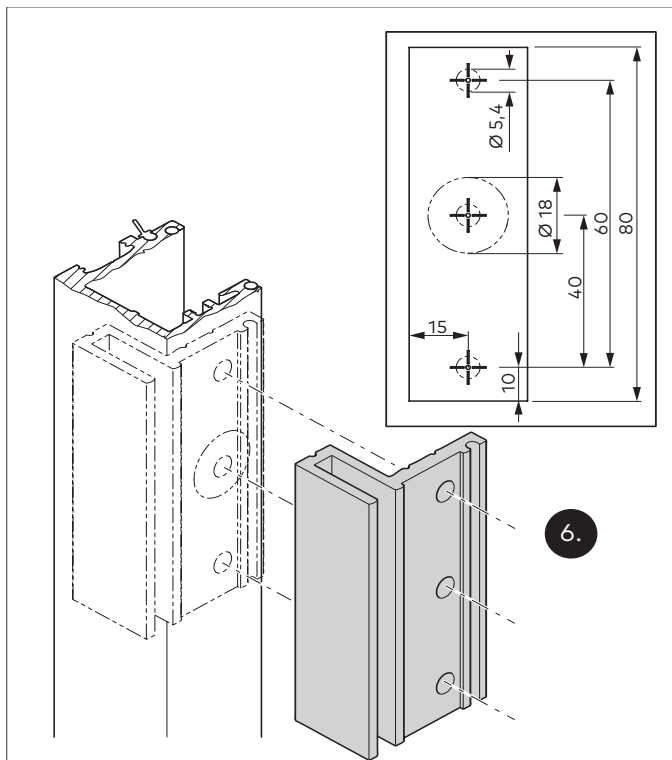

Abb. 10 Die erforderlichen Bohrungen an einem Deckprofil für die Zarge mit der Bohrmaschine anzeichnen
- Wenn keine Bohrungen für das Elektromodul vorbereitet sind, dann die erforderlichen Bohrungen an einem Deckprofil für die Zarge mit der Bohrschablone anzeichnen (Abb. 10).